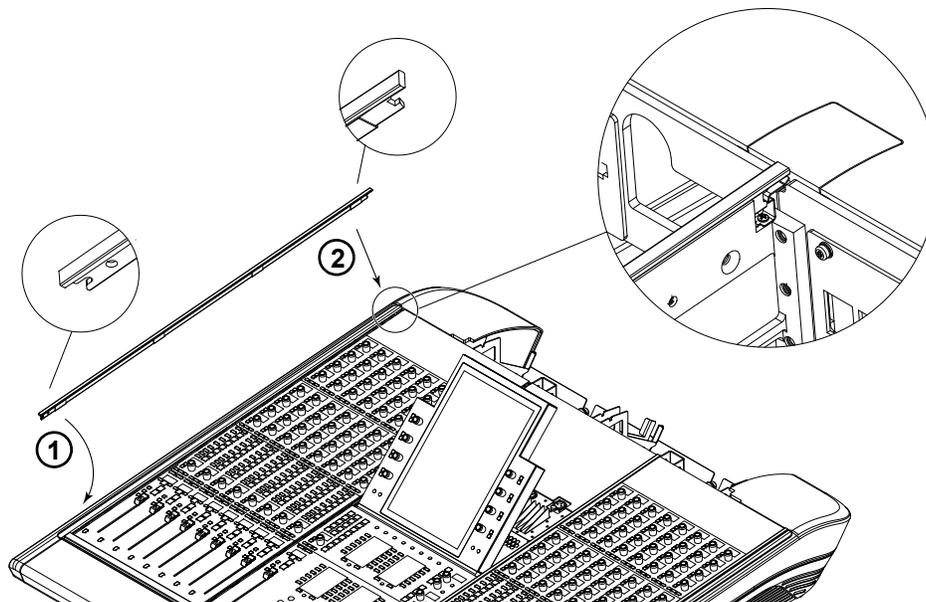

Abbildung 39. Anbringen einer T-Leiste
- 2 Nehmen Sie die erste T-Leiste, richten Sie sie wie in Abbildung 39 dargestellt aus und gehen Sie wie folgt vor: